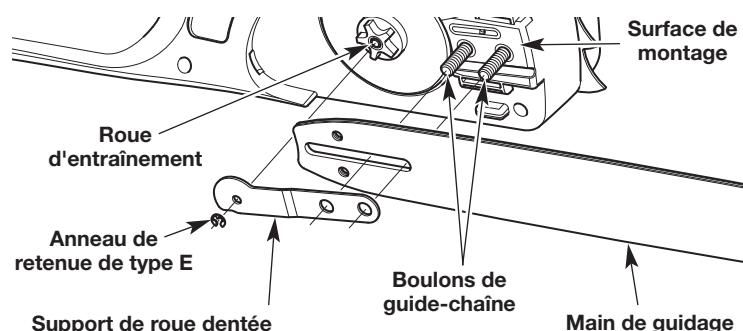

Fig. 28
5. Retirer avec précaution l'anneau de retenue de type E du pignon d' entraînement, à l'aide d'un petit tournevis à lame plate (Fig. 28).
6. Retirer la fixation du pignon d' entraînement (Fig. 28).
7. Retirer la barre de guidage des boulons de la barre de guidage (Fig. 28).
1. Aligner la fente de la barre de guidage avec les boulons de la barre de guidage (Fig. 28). Faire glisser la barre de guidage complètement sur les boulons de la barre de guidage (Fig. 28). Assurez-vous que le guide-chaîne est à plat contre la surface de montage.
2. Poser la fixation sur le pignon d' entraînement (Fig. 28).
3. Poser avec précaution l'anneau de retenue de type E sur le pignon d' entraînement (Fig. 28).